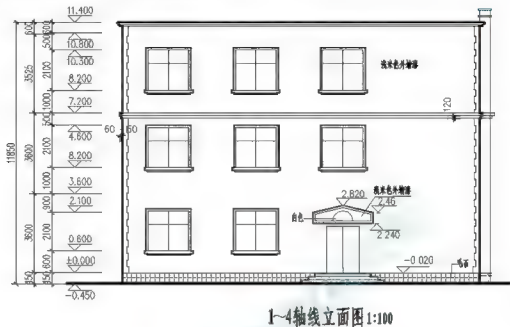

图 4.134 绘制立面图
- (1) 绘制如图 4.134 所示的立面图。
- (2) 标注尺寸、标高、图名及比例。